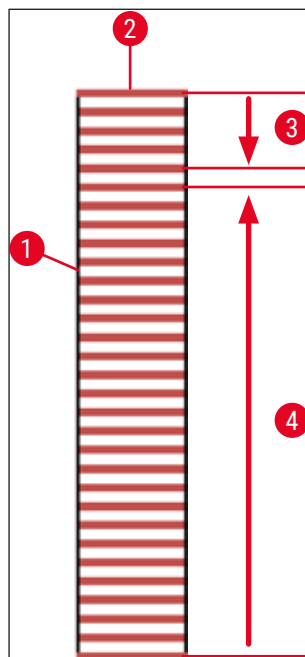

Fig. 74
Con objeto de evitar que los portaobjetos se sequen durante el proceso, siempre se cubren primero los 5 primeros portaobjetos. Después, la cesta se desplaza hacia arriba y se reanuda la aplicación de cubreobjetos desde el último portaobjetos de la cesta (→ Fig. 74).
- En el esquema de la (→ Fig. 74) se muestra una cesta (→ Fig. 74-1) con portaobjetos insertados (→ Fig. 74-2) y la secuencia del proceso.